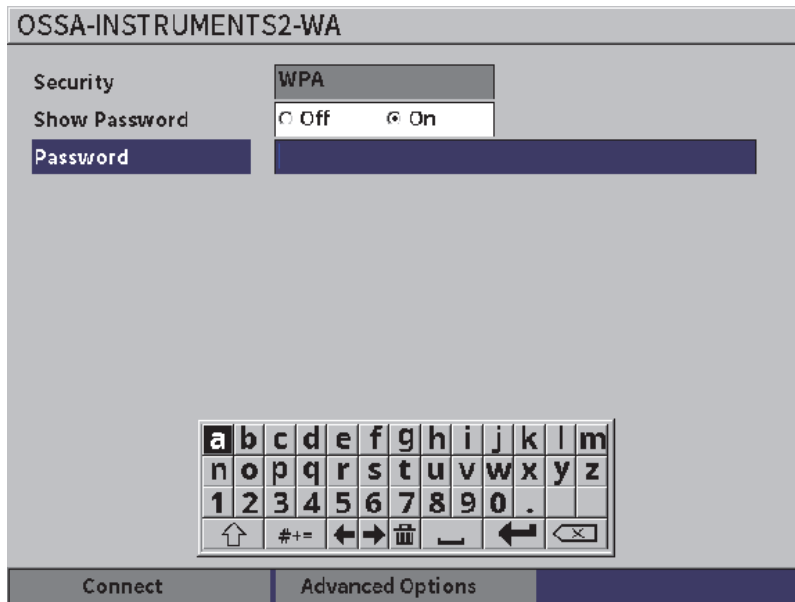

Figura 10-2 Página de logon seguro de rede sem fio
- a) Se a rede selecionada pede uma senha, a página de logon é exibida (veja Figura 10-2 na página 171):
- (1) Selecione e preencha a caixa **Senha** e, em seguida, marque **Conectar**.
- (2) Pressione a tecla Enter para se conectar.